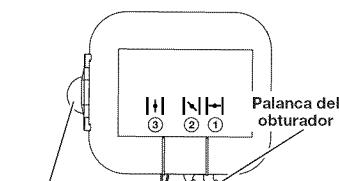

Fig. 9
3. Oprima y suelte completamente la pera del cebador 10 veces, lentamente. Deberá verse alguna cantidad de combustible en la pera del cebador (Fig. 9). Si no se ve combustible en la pera, oprima la pera hasta que se vea el combustible.
4. Coloque la palanca del obturador en la **Posición 1** (Fig. 9).
6. **No apriete el gatillo.** Coloque la palanca del obturador en la **Posición 2** (Fig. 9).
9. Continuar oprime el gatillo. Mover la palanca del obturador a la **Posición 3** (Fig. 9) y continuar el calentamiento del motor por un período adicional de 60 segundos. La unidad se puede usar durante este tiempo.
7. **No apriete el gatillo.** Coloque la palanca del obturador en la **Posición 2** (Fig. 9).
11. Continuar oprime el gatillo. Mover la palanca del obturador a la Posición 3 (Fig. 9) y continuar el calentamiento del motor por un período adicional de 60 segundos. La unidad se puede usar durante este tiempo.